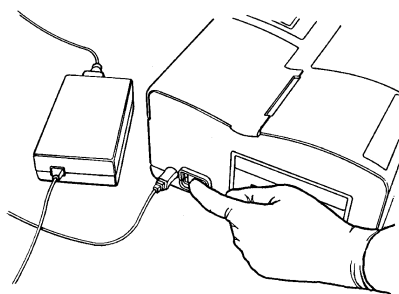

Fig. 2-3 Interruptor de encendido
- Localice el interruptor de encendido al lado izquierdo de la unidad y enciéndala. (Fig. 2-3)
- Oprima **[←]** o **[→]** para mover el cursor a los números (DD) que desea cambiar, usando el teclado numérico.
- Oprima **[Enter]** para aceptar, el cursor se mueve automáticamente a la posición Año (YY).
- Oprima **[←]** o **[→]** para mover el cursor a los números (YY) que desea cambiar, usando el teclado numérico.